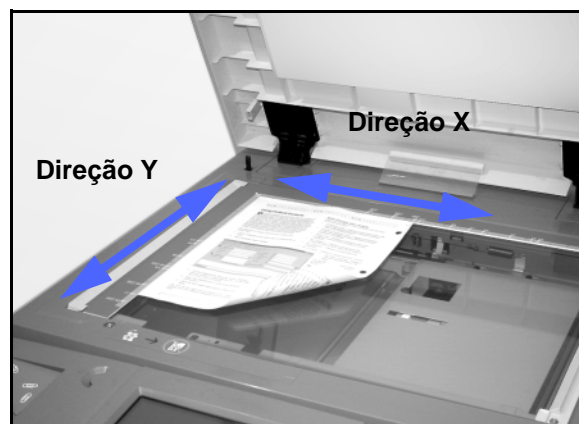

Figura 18: as direções X e Y no Vidro de originais
- As direções X e Y são sempre determinadas com referência à seta de registro, localizada em torno do Vidro de originais, Figura 18. A direção X está sempre ao longo da borda longa do Vidro de originais, e a direção Y está ao longo da borda curta do Vidro de originais. As referências de direção X e Y no Vidro de originais permanecem as mesmas, independente da orientação do documento (registro de borda longa ou registro de borda curta).